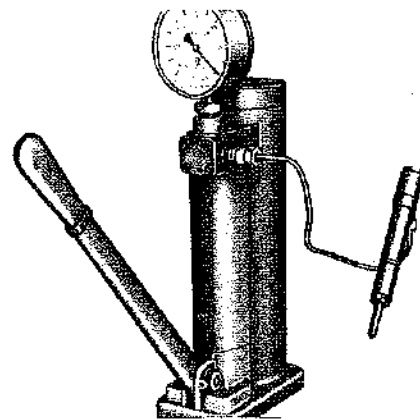

Fig. 105
- Agire sulla pompa a mano (Fig. 105) e controllare che la pressione d'iniezione sia 200 ÷ 210 bar.